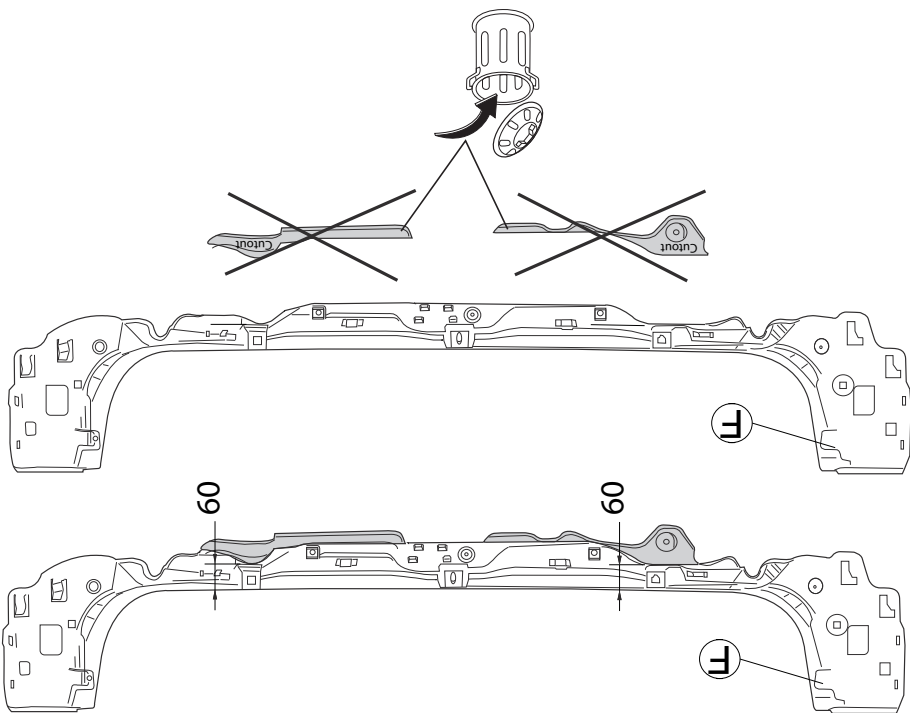

Fig.2
5. Für **Touring** Fahrzeuge gilt: Gemäß Abb. 2 die angegebenen Teile abschneiden. Teil F wieder montieren.
5. Pour les **Touring** à quatre roues motrices: Découper les parties indiquées conformément à la figure 2. Monter la partie F.